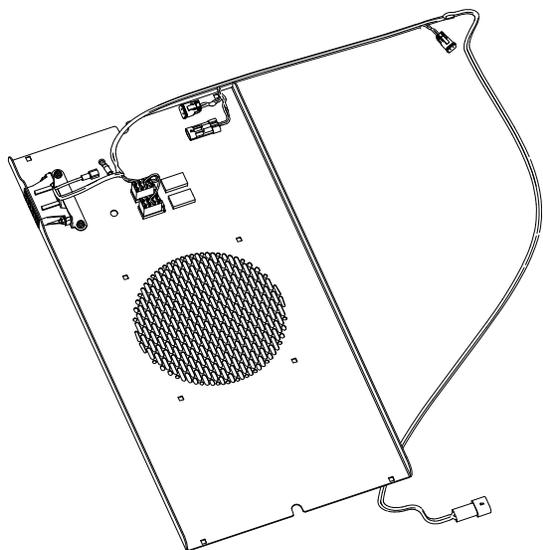

Figura 6
- Alinhe a cablagem no painel de interruptores (Figura 6).